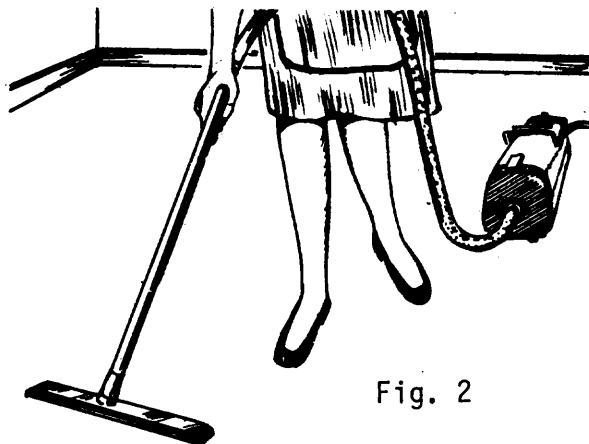

Fig. 2
- 1) El cepillo metálico giratorio debe quedar en posición horizontal sobre la alfombra o forro, para que pueda aspirar correctamente el polvo (fig. 2).